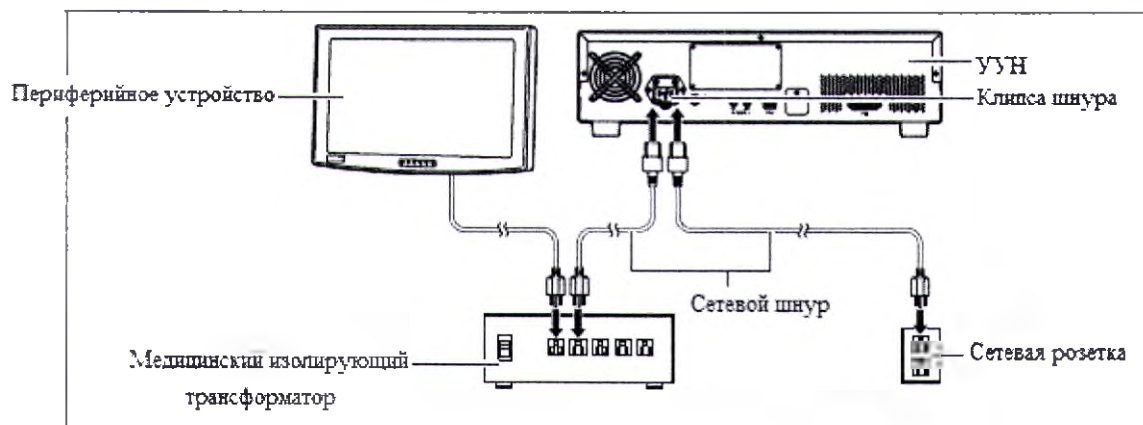

Рисунок 3.2
- Зафиксируйте шнур питания с помощью клипсы шнура возле розетки электропитания (см. рисунок 3.2), так чтобы он не отсоединился.